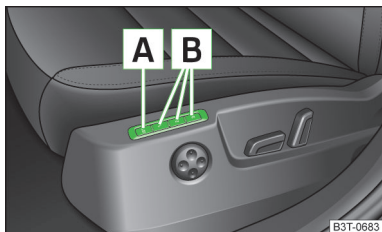

Fig. 56
Funcția Memory pentru scaunul șoferului oferă posibilitatea memorării poziției scaunului șoferului și a oglinzilor exterioare. Fiecăreia din cele trei taste de memorare » fig. 56 îi poate fi alocată câte o poziție de reglare.
- Apăsăți tasta » fig. 56.
- Apăsăți tasta de memorare dorită » fig. 56.
- Apăsăți **scurt** tasta de memorare dorită » fig. 56 când contactul este cuplat.
- Apăsăți și mențineți apăsată o tastă oarecare de memorare » fig. 56 la pagina 69. După ce scaunul a trecut în poziția memorată la tasta respectivă, apăsați simultan tasta de pe cheia cu telecomandă, în interval de 10 secunde.
- Apăsați și mențineți apăsată tasta [SET] [A] » fig. 56 la pagina 69. Apăsați simultan tasta [Ⓜ] de pe cheia cu telecomandă, în decurs de 10 secunde.